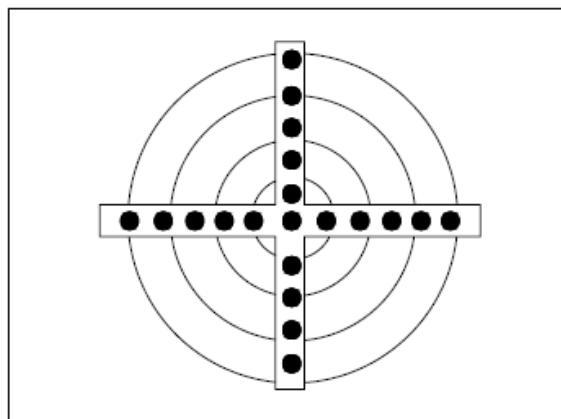

Fig.4-68 Medidor de nível
1) Observe o medidor de nível como mostrado na Fig.4-68 após todos os estabilizadores verticais forem totalmente estendidos. O guindaste está bem nivelado se a luz indicadora do centro de nivelamento acender-se, caso contrário, o guindaste deve ser nivelado. O lugar onde a luz vermelha acende-se é mais alto do que outros lados.